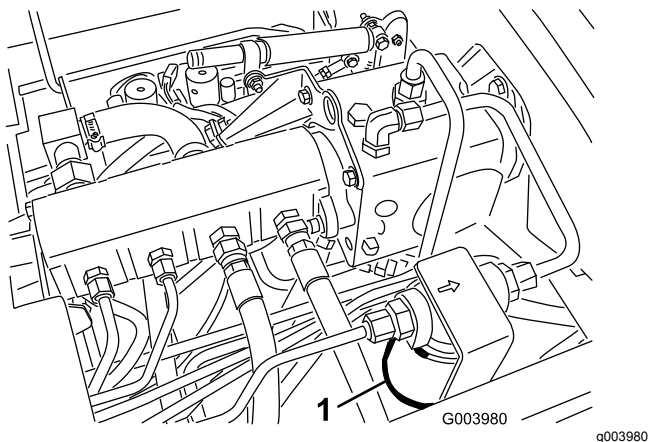
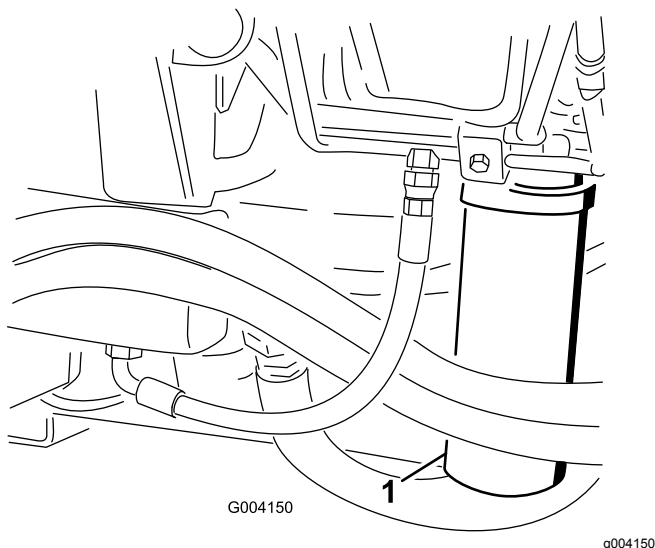

Figure 72
Figure 73
2. Nettoyez la surface autour de la zone de montage du filtre et placez un bac de vidange sous le filtre (Figure 72) et (Figure 73).